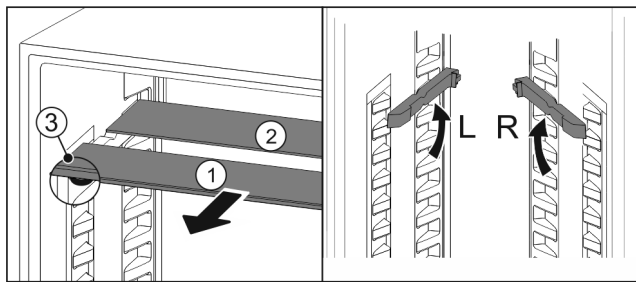

Fig. 127
- Vytiahnite sklené dosky jednotlivu dopredu Fig. 127 (1).
- ▷ Sklená doska Fig. 127 (1) s ozdobnou lištou leží vpredu.
- ▷ Zarážky Fig. 127 (3) ukazujú nadol.